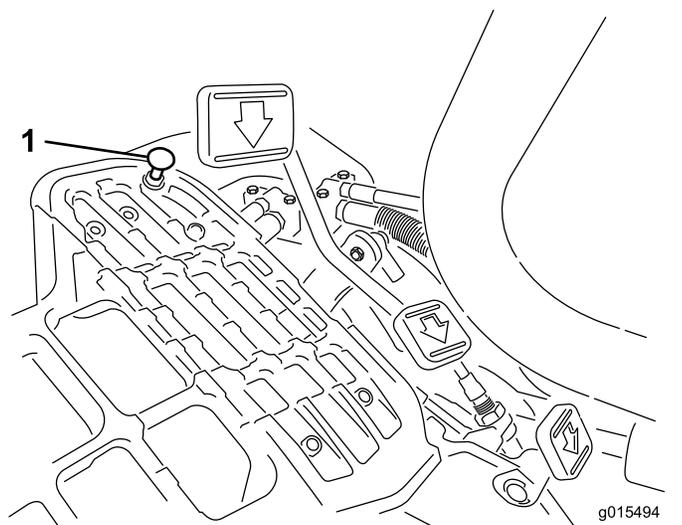

Рисунок 41
Для получения максимальной транспортной скорости переведите рычаг управления трансмиссией в положение ТРАНСПОРТИРОВКИ и нажмите на педаль управления тягой. Если педаль касается упора (Рисунок 41) до того, как на тросике начинает ощущаться натяжение, выполните следующую регулировку:
1. Переведите рычаг управления трансмиссией в положение ТРАНСПОРТИРОВКИ и ослабьте контргайку, которая крепит упор педали к полу (Рисунок 41).